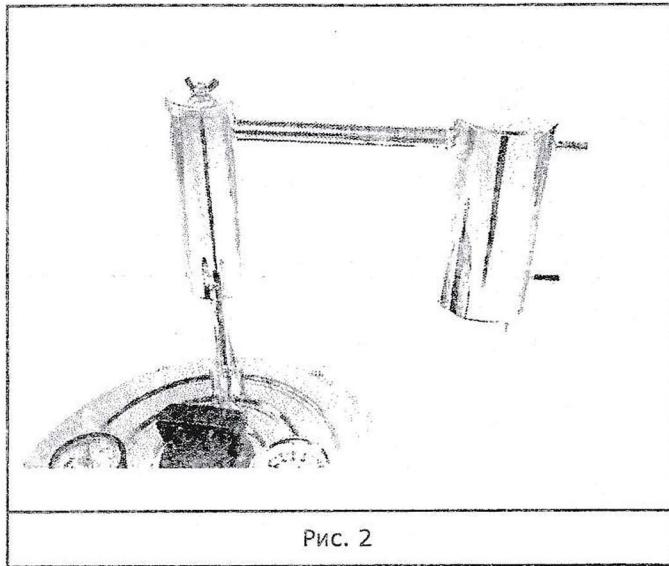

Рис. 2
1. **Насадку - дистиллятор** (Рис. 2) для использования в качестве бытового дистиллятора. Насадка-дистиллятор представляет из себя довольно простую конструкцию из сухопарника с крышкой и холодильника-змеевика. Вместе с герметичной емкостью автоклава конструкция представляет собой классический самогонный аппарат. Насадка-дистиллятор крепится на место клапана автоматического сброса давления.